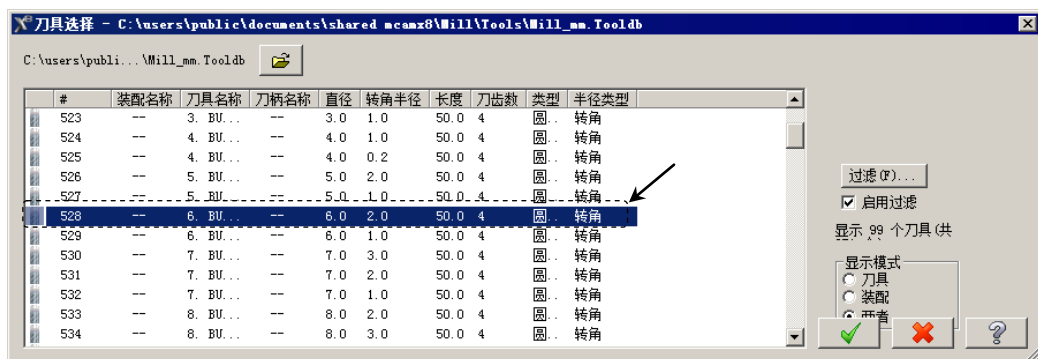

图 3.5.3 “刀具选择”对话框
Step3. 选择刀具。在“曲面粗车-挖槽”对话框中单击 **选择库刀具...** 按钮，系统弹出图 3.5.3 所示的“刀具选择”对话框，在该对话框的列表区域中选择图 3.5.3 所示的刀具。单击 按钮，关闭“刀具选择”对话框，系统返回“曲面粗车-挖槽”对话框。